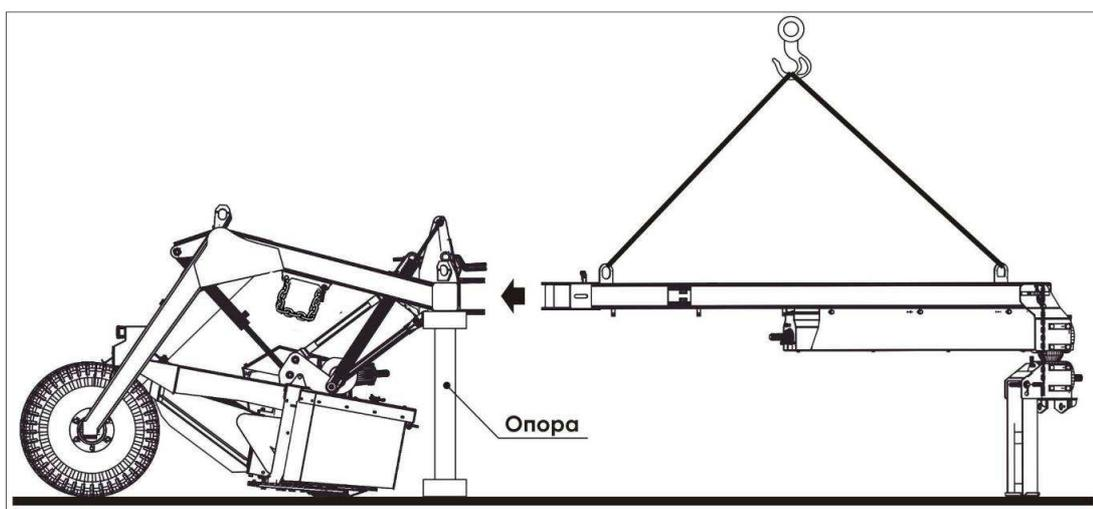

Рисунок 5.1 - Досборка косилки
2) Поднять косилку грузоподъёмным устройством. Установить и закрепить ходовые колеса на раме косилки. Транспортные опоры 7 (рисунок 2.3) следует снять. При необходимости допускается транспортные опоры установить на те же кронштейны. Опустить косилку на поверхность площадки, предварительно подставив под раму подставку такой высоты, чтобы плоскость кронштейна для присоединения снлицы была параллельна поверхности земли (рисунок 5.1). Накачать шины ходовых колес до давления 0,3 МПа. Застопорить косилку от продольного перемещения башмаками, прилагаемыми к машине, подставив их под ходовые колеса с разных сторон;
3) Застропить слицу. С помощью грузоподъёмного устройства завести слицу в кронштейн рамы косилки (рисунок 5.1). Совместить отверстия кронштейна и слицы. Зафиксировать слицу;